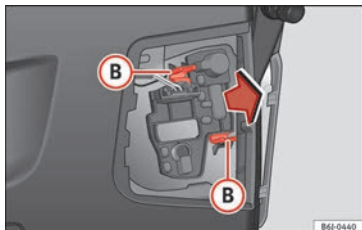

Abb. 201 Lampenträger ausbauen
- Ziehen Sie den Lampenträger durch drücken der Halteclips (B) » Abb. 201 heraus.